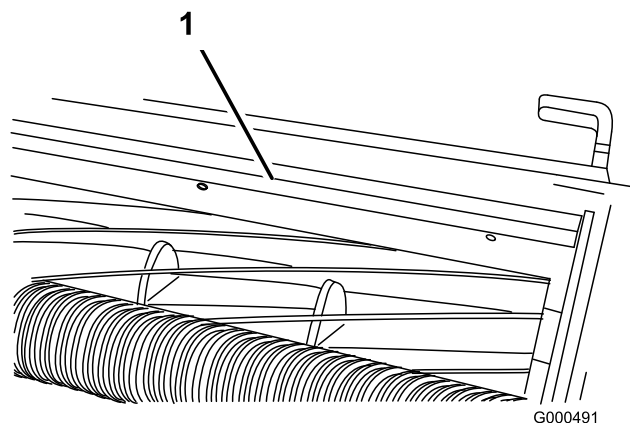

Figura 60
1. Desaperte os parafusos que fixam a barra superior (Figura 60) à unidade de corte.